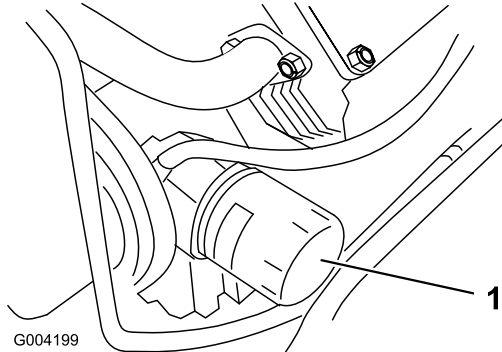

Bild 32
3. Entfernen Sie den Altfilter (Bild 32) und wischen Sie die Dichtfläche am Anbaustutzen ab.